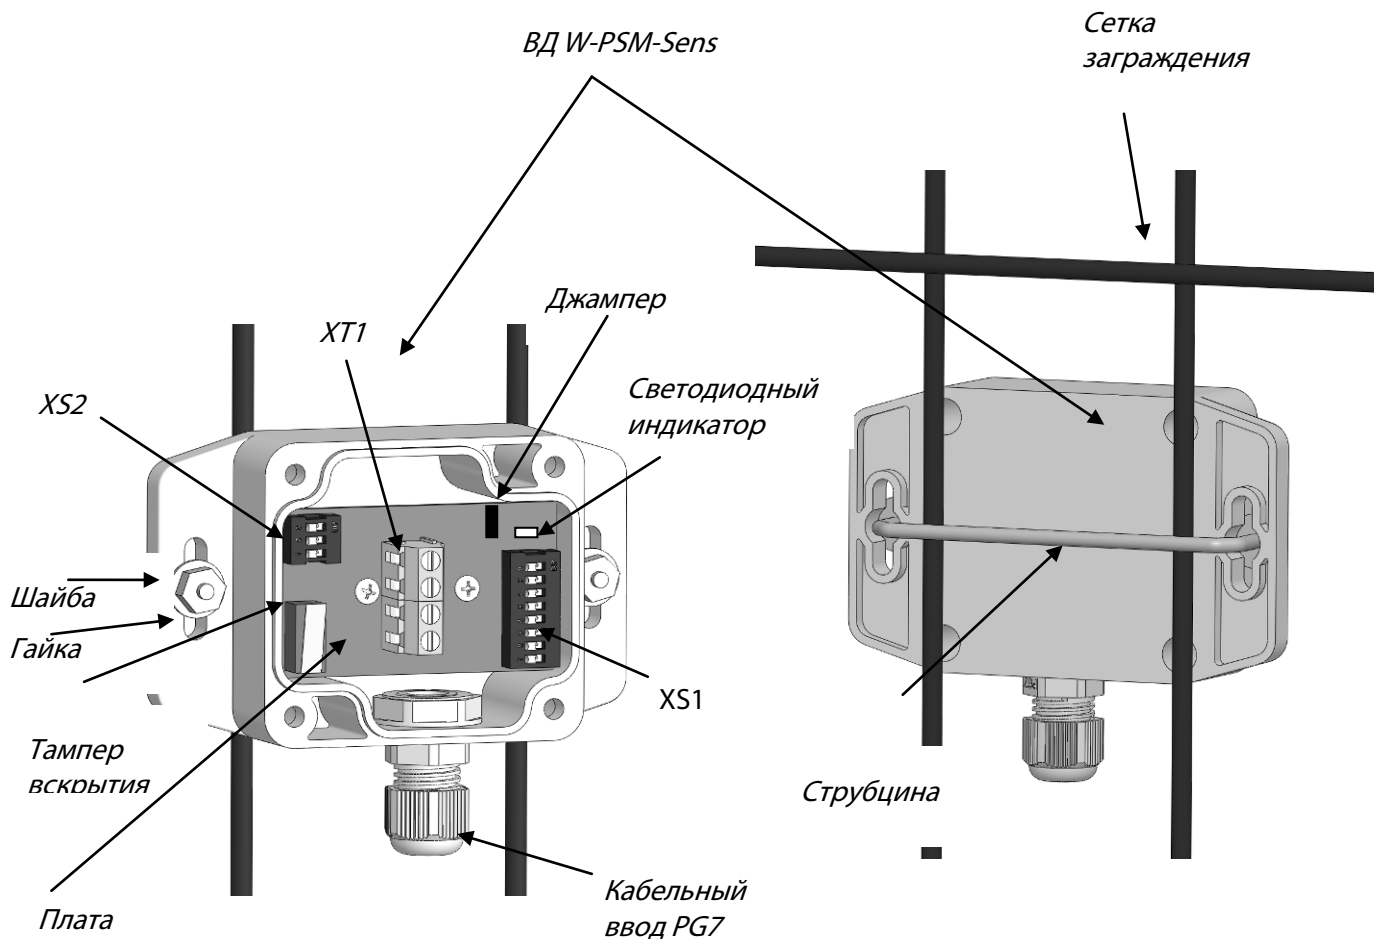

Рисунок 2. Внешний вид ВД
2. Адрес ВД устанавливается с помощью переключателя XS1 на плате ВД (Рисунок 2) согласно примерам в таблице: